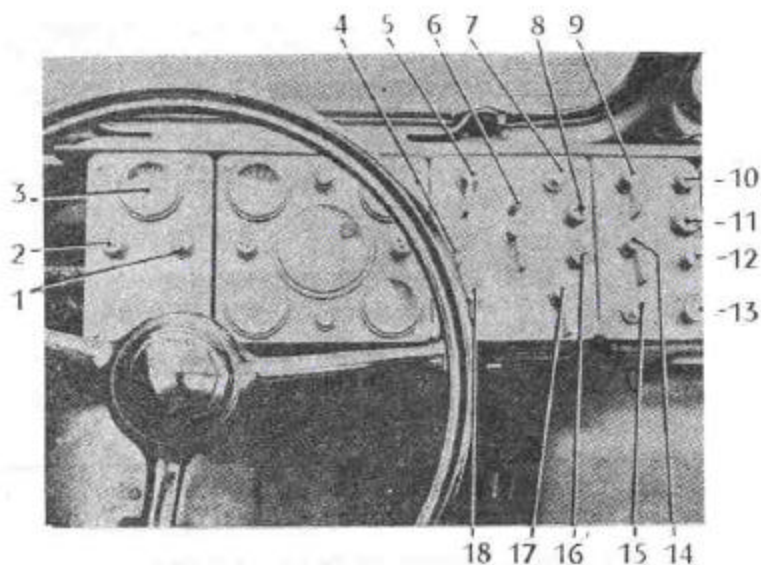

Fig. 2. — Tableau de bord (vue d'ensemble)
1. Équipements placés devant le conducteur (fig. 2, 3 et 4).
- l'indicateur de pression d'air : 0 à 10 bars (1) [3, fig. 2];
- le voyant rouge occultable (2) de pression d'air (2, fig. 2);
- l'éclaireur de tableau (1, fig. 2).
- l'interrupteur d'allumage (5, fig. 2);
- le bouton poussoir de démarrage (7, fig. 2);
- le commutateur général d'éclairage rotatif à sept positions (6, fig. 2);
- le voyant bleu occultable de feux de route (4, fig. 2);
- l'indicateur de changement de direction (17, fig. 2);
- les deux voyants verts occultables de changement de direction (8 et 16, fig. 2), l'un pour le véhicule, l'autre pour la remorque;
- l'interrupteur d'éclairage des tableaux de bord (18, fig. 2).
- l'interrupteur rotatif de ventilation (9, fig. 2);
- l'interrupteur rotatif d'essuie-glace (14, fig. 2);
(1) Les indicateurs de pression d'air ou d'huile sont gradués en « bars ». En première approximation, le bar peut être confondu avec le kilogramme par centimètre carré anciennement utilisé ($1 \text{ kg/cm}^2 = 0,98 \text{ bar}$ ou $1 \text{ bar} = 1,02 \text{ kg/cm}^2$).
(2) Tous les voyants sont occultables, c'est-à-dire que, par rotation d'un cache, il est possible de les masquer presque entièrement lors de la conduite de nuit en black-out afin que le chauffeur ne soit pas aveuglé et que la lueur des voyants ne fasse pas repérer le véhicule.
- l'interrupteur à poussoir d'avertisseur (15, fig. 2);
- le voyant jaune ambré occultable, s'allumant lorsque le blocage du différentiel du pont arrière est engagé (10, fig. 2);
- la prise de baladeuse (1) [11, fig. 2];
- la tirette de commande de starter (12, fig. 2);
- la tirette de commande d'accélérateur à main (13, fig. 2).
c. Interrupteur rotatif de ventilation (1) qui actionne un ventilateur à moteur électrique accélérant la circulation de l'air (9, fig. 2) :